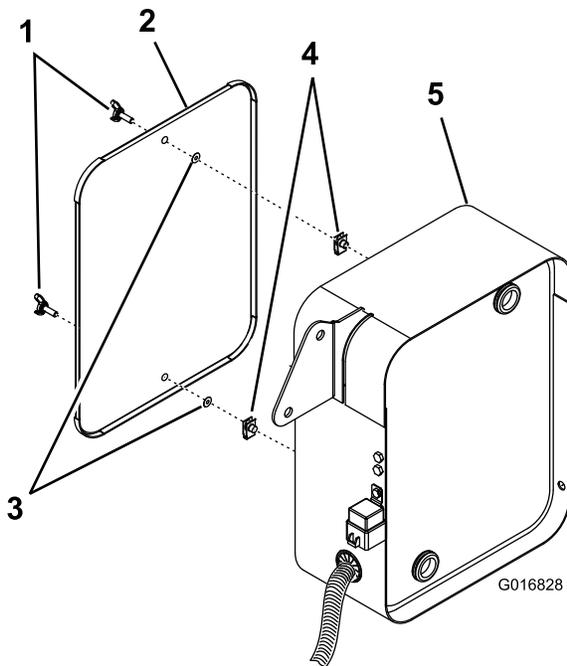

Figure 6
1. Reliez les autres extrémités des flexibles hydrauliques à la conduite hydraulique et au bloc collecteur, respectivement (Figure 6).
5. Fixez l'écran du refroidisseur d'huile au support du refroidisseur d'huile avec 2 vis à oreilles, 2 écrous de retenue et 2 clips (Figure 6).